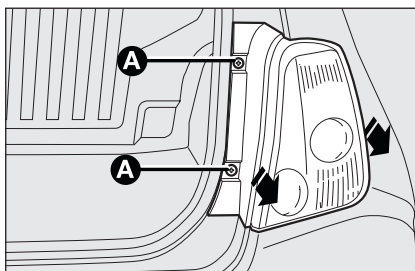

fig. 26
- ☐ desapertar os dois parafusos de fixação **A**-fig. 26 e extrair o grupo óptico axialmente sem rodar;